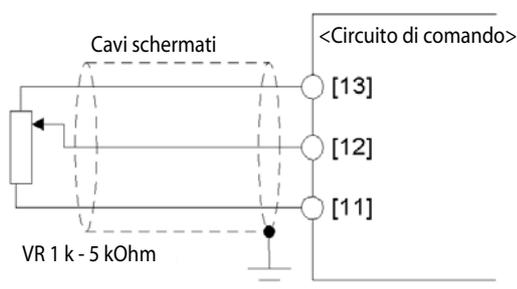

Figura 2-3-12 Cablaggio del cavo schermato
- Dal momento che l'inverter utilizza segnali analogici deboli, tali segnali risultano particolarmente sensibili alle interferenze esterne. Posare i cavi scegliendo il percorso più breve possibile (max. 20 m) e utilizzare cavi schermati. In linea di massima si consiglia di collegare il rivestimento per la protezione dai disturbi dei cavi schermati a terra; se gli effetti delle interferenze induttive esterne sono considerevoli, può essere utile collegare i cavi al morsetto [11]. Collegare a terra l'estremità della schermatura come illustrato nella figura 2-3-12 per potenziare l'effetto schermante.